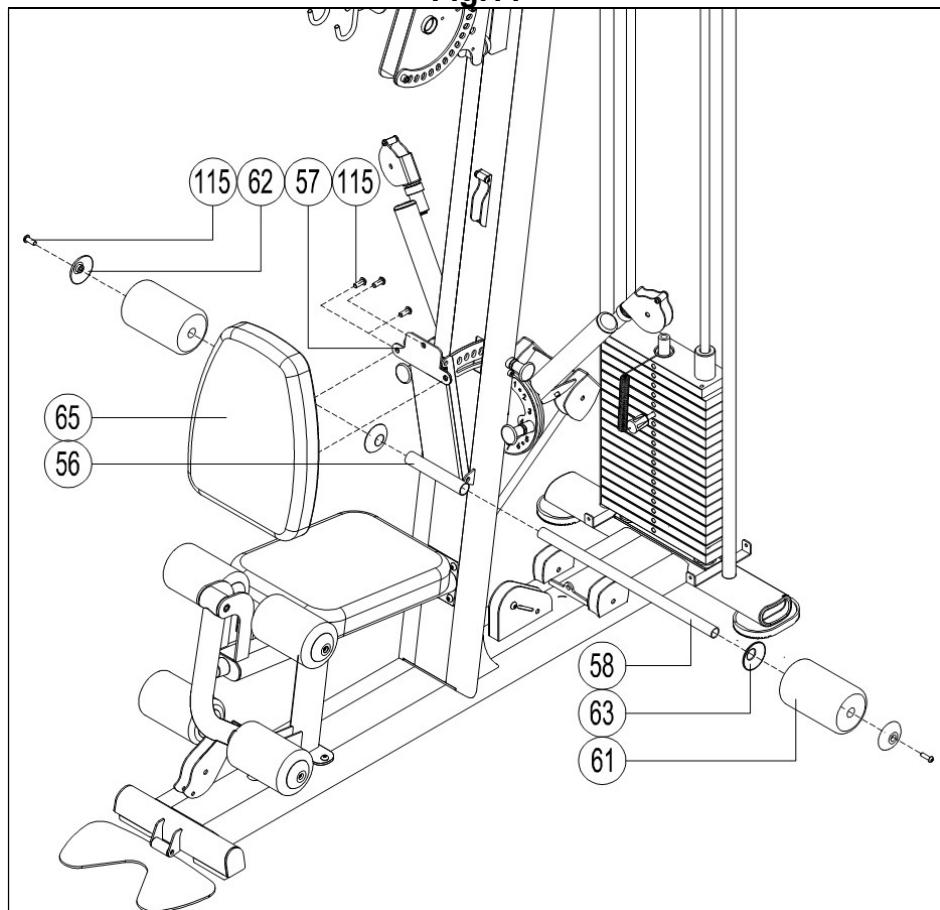

Fig.12
12.- Coloque el conjunto de brazos (76) en la estructura de giro (96) alineando con el punto (c), saque el pomo (18), ajuste la posición y suelte el pomo (18), Fig.12.
Coloque la tuerca (98), atornille usando los tornillos (74) y las arandelas (75), Fig.12.